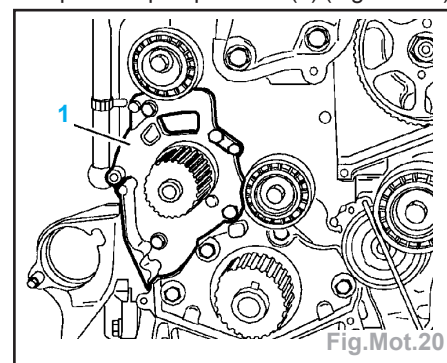

Fig.Mot.20
- Déposer la pompe à eau (1) (Fig.Mot.20).